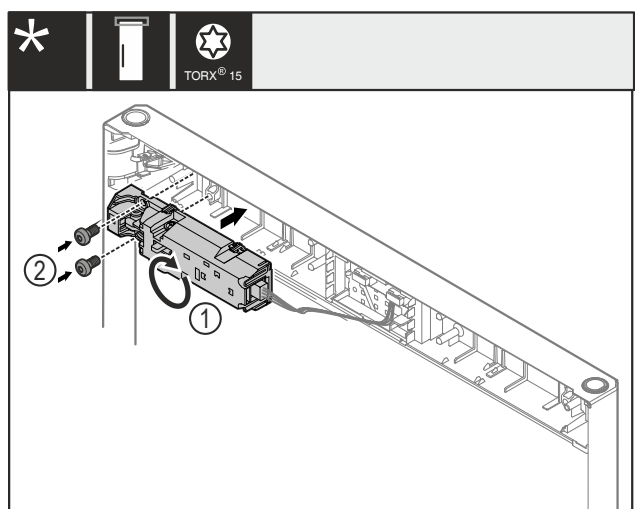

Fig. 24
- Gire el cierre a distancia Fig. 24 (1) 180° y móntelo en el lado opuesto.
- Fije el cierre a distancia Fig. 24 (1) con tornillos Fig. 24 (2).